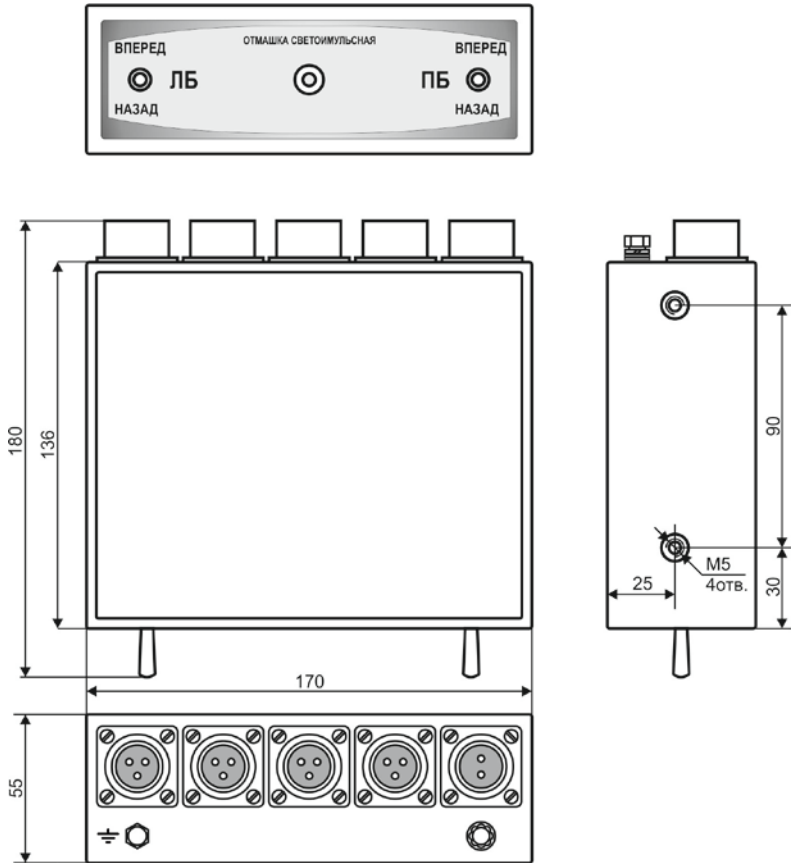

Рис.1
3.1.1 Отмашка состоит из системного блока (рис.1) и четырех сигнальных фонарей (рис.2).